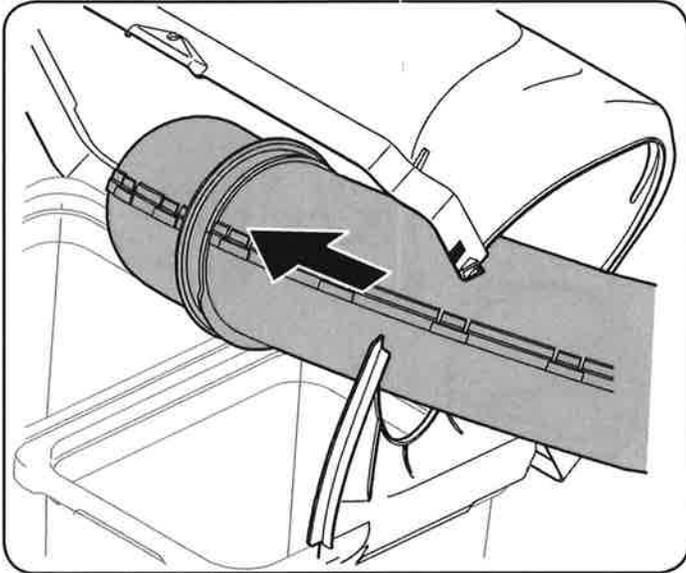

Figura 53
2. Il el canal de descarga superior a través de la abertura de la tolva de descarga, como se ve en Figura 53.